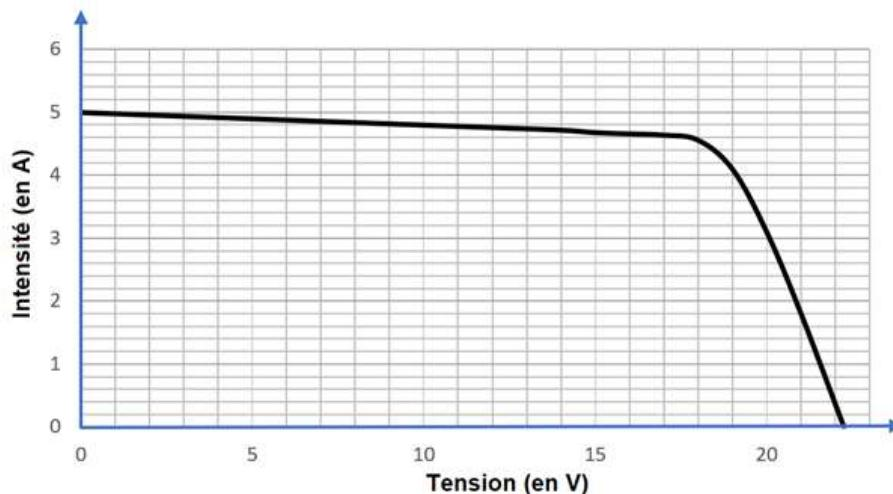

Figure 4 : Courbe de l'intensité en fonction de la tension pour un éclairement de 1000 W/m².
Un technicien teste le panneau solaire photovoltaïque, en relevant la caractéristique intensité-tension pour un éclairement de **1000 W/m²**. Celle-ci est représentée sur la figure 4 ci-dessous.
2.1.2. Indiquer, à l'aide de la figure 4 et en justifiant votre réponse, les coordonnées du point de fonctionnement permettant d'obtenir la puissance électrique maximale.